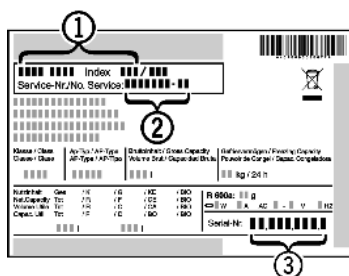

Fig. 25
- ▶ Apparaataanduiding Fig. 25 (1), service-nr. Fig. 25 (2) en serie-nr. Fig. 25 (3) van het typeplaatje aflezen. Het typeplaatje bevindt zich aan de linkerkant binnen in het apparaat.
- ▶ Contact opnemen met de Technische Dienst en het probleem, apparaataanduiding Fig. 25 (1), service-nr. Fig. 25 (2) en serie-nr. Fig. 25 (3) mededelen.